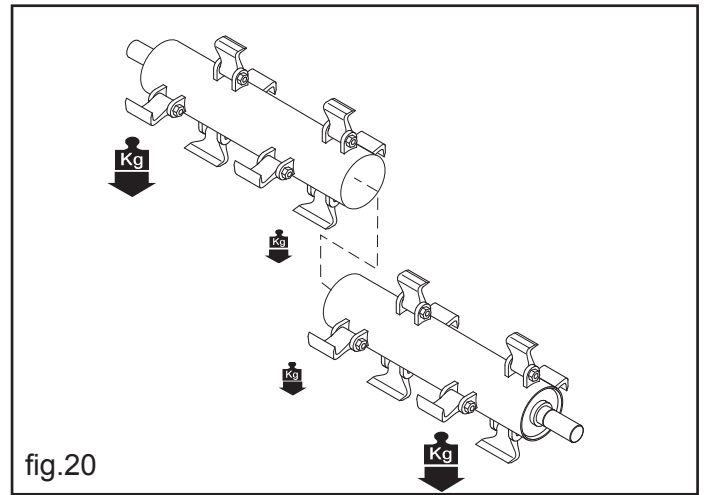

fig.20
- **Ubicar los pares más pesados en las dos extremidades del rotor, los pares menos pesados al centro (fig.20).**